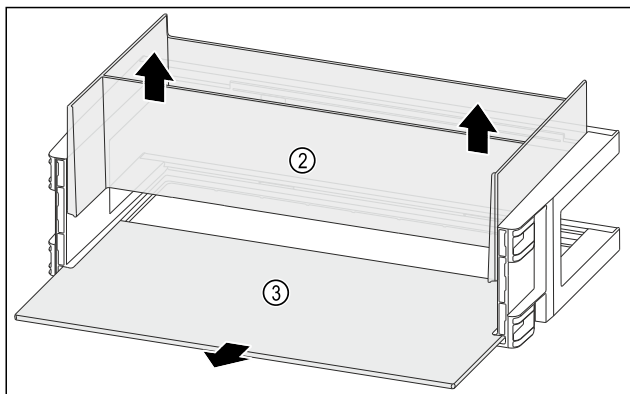

Fig. 109
- Organizer Fig. 109 (2) naar boven toe wegnemen.
- Draagplateau Fig. 109 (3) verwijderen.